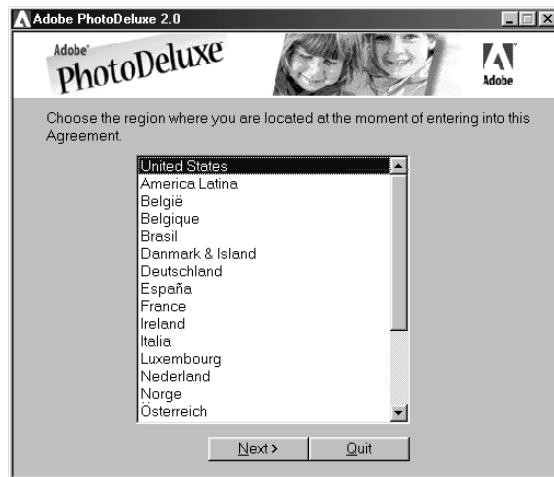

Figura 16: Selezione della lingua
3. Digitare nella riga di comando [D:\AUTORUN.EXE] e fare clic su 'OK'. Apparirà una finestra come quella riportata in figura 16.